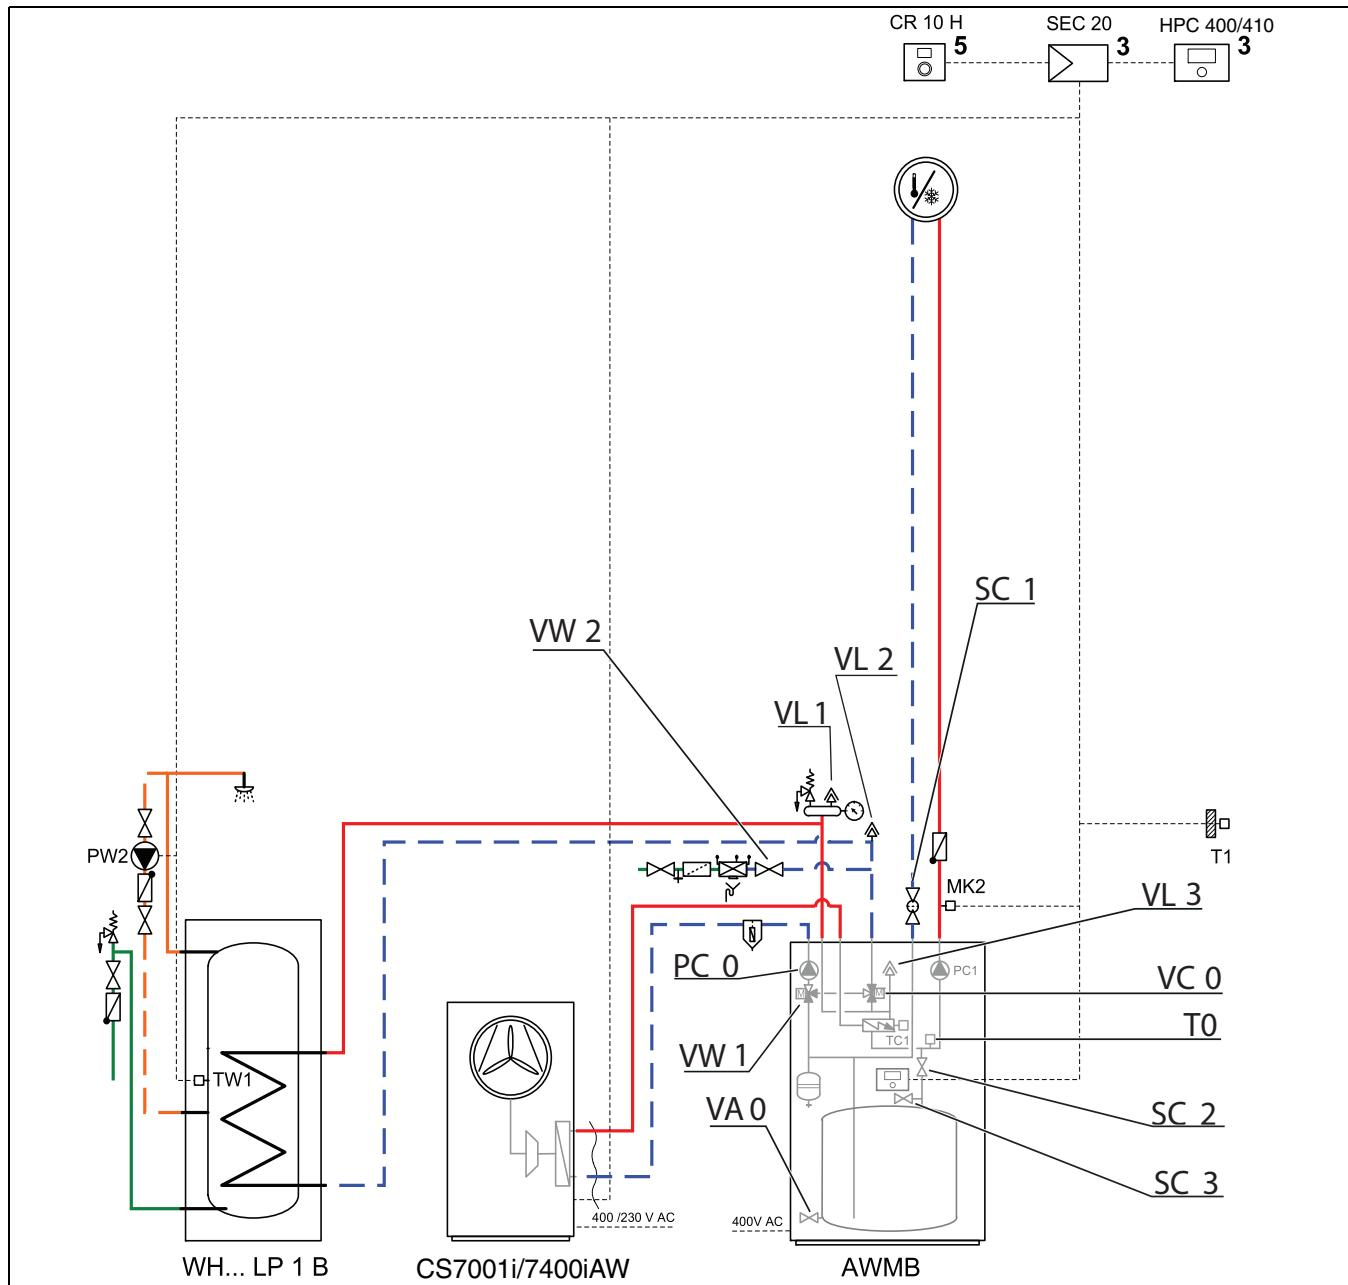

Bild 26 Inneneinheit und Heizungsanlage
2. Automatisches Entlüftungsventil VL1, VL2 und VL3 (→Abb. 26) durch Abschrauben der Kappen öffnen.
3. Filterventil SC1 schließen, Absperrventil SC2 (→Abb. 26) schließen und sicherstellen, dass sich VW1 (→Abb. 26) in der Position (B) für Zentralheizungsbetrieb befindet.
5. Kleinen Entleerhahn öffnen SC3 (→Abb. 26).